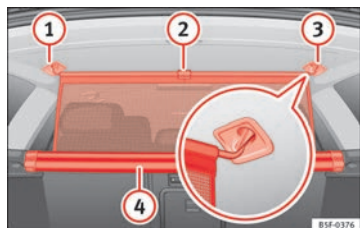

Fig. 100 En el maletero: enganchar la red de separación.
- Tire hacia arriba de la lengüeta ⇒ fig. 100 (2) para sacar la red de la carcasa (4).
- Enganche la red de separación en el lado derecho (3) (imagen ampliada).
- Enganche la red de separación en el alojamiento del lado izquierdo (1) estirando la barra.